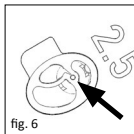

fig. 6
■ **fig. 6** Clopotul protezei trebuie să se așeze pe baza adânciturii și placa de capăt trebuie să se așeze complet pe decuparea prevăzută pentru aceasta, astfel ca suprafața superioară a plăcii de capăt să se închidă cu suprafața discului separator.
■ 图 6 假体形似铃铛状的一头必须固定在凹槽的底部, 平板状的另一头则固定在特制的孔中, 且表面与测量模具表面完全贴合